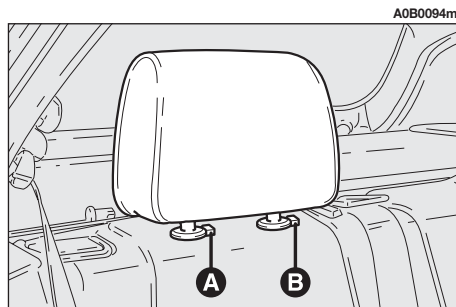
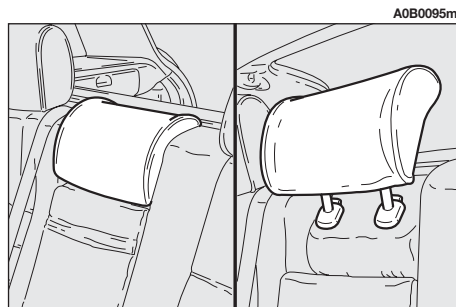

fig. 5
fig. 6
La voiture est équipée de deux appui-tête pour les places latérales (fig. 5). En option pour les versions/marchés où il est prévu, la voiture peut être munie également d'un troisième appui-tête pour la place centrale. (fig. 6).
- Appuyer simultanément sur les poussoirs (A et B-fig. 5) et enlever les appui-tête.
- Pour remonter les appui-tête, garder les poussoirs (A et B-fig. 5) enfoncés et les enfiler complètement.